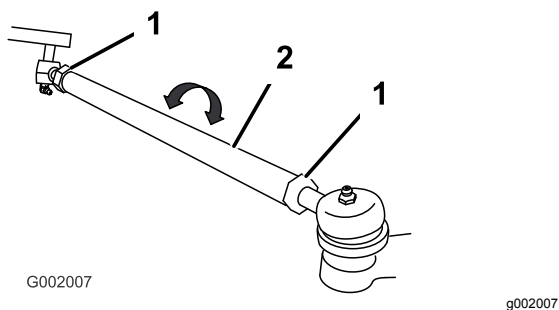

Figura 46
- Se a medição obtida não corresponder aos valores especificados desaperte as porcas de segurança nas extremidades das barras transversais (Figura 46).